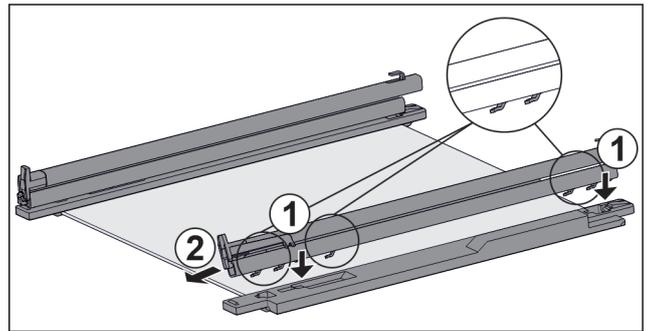

Fig. 132 Glasplatte mit Schienen und Halteteilen
- ▶ Haken der Schiene auf die Öffnungen des **linken** Halteteils setzen. Fig. 132 (1)
- ▶ Schiene nach vorne ziehen. Fig. 132 (2)
- ▶ Haken der Schiene auf die Öffnungen des **rechten** Halteteils setzen. Fig. 132 (1)